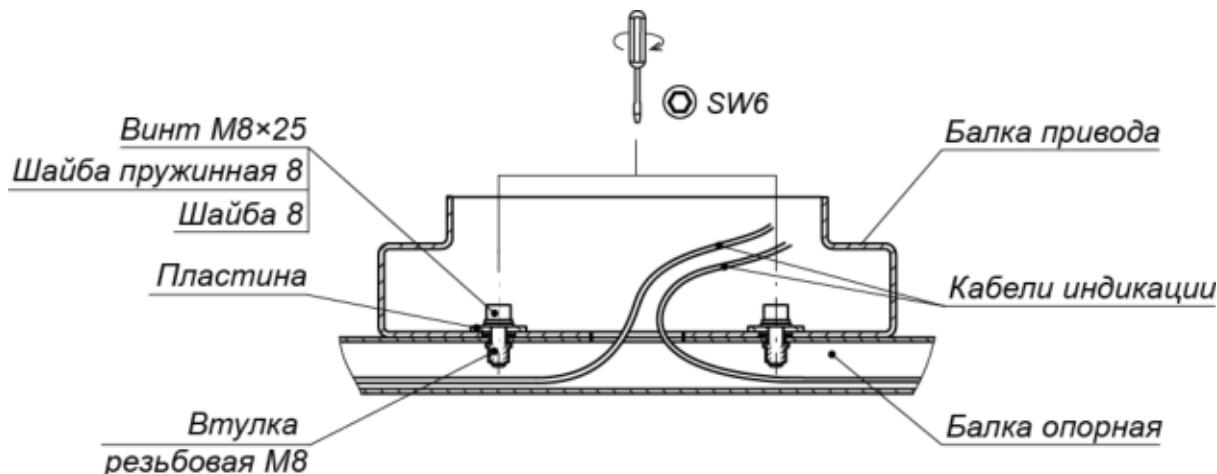

Рисунок 17. Крепление балки привода с балкой опорной
- Закрепите балку привода на опорных балках обоих формирователей прохода (7) и на верхней балке разделителя турникета (8) винтами M8x25 (6 штук), ключ SW6, используя квадратные пластины из комплекта поставки (см. рис. 17). Затяжка винтов предварительная, для возможности регулировки положения балки привода.